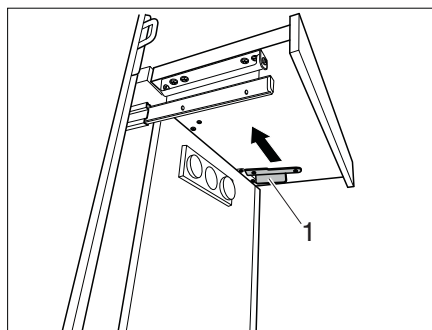

Fig. 130 Verrouiller l'élargissement
- Pousser le verrouillage (Fig. 130,1) vers l'avant. L'élargissement est sécurisé.
- Défaire le verrouillage (Fig. 130,1).